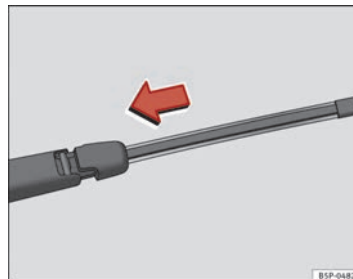

Fig. 184 Colocar la escobilla de limpiaventana ▶
- Sitúe la escobilla, tal como se indica en la ⇒ fig. 184 y deslice el adaptador hasta que encastre.